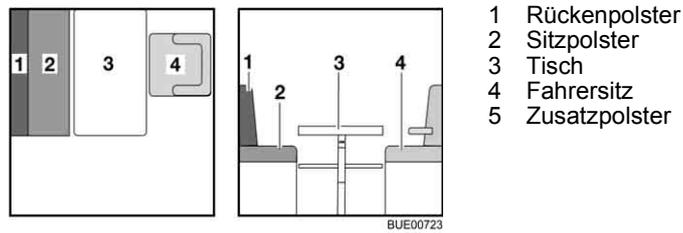

Bild 106 Vor dem Umbau
- Den Fahrersitz (Bild 106,4) drehen und ganz nach vorn schieben.
- Den Tisch (Bild 106,3) zum Bettunterbau umbauen (siehe Abschnitt 6.10).
- Das Rückenpolster (Bild 106,1) beiseite legen.